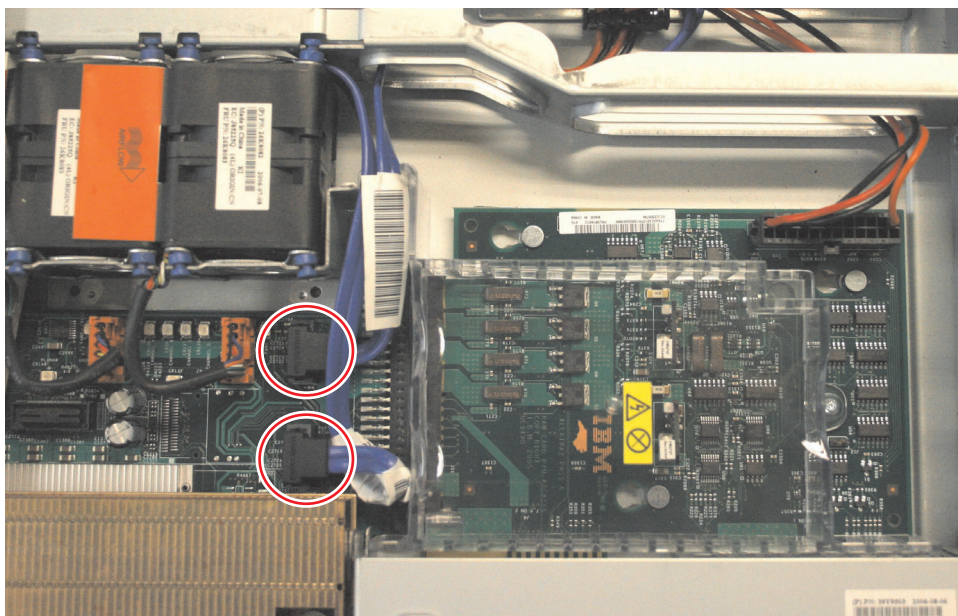

図 117. SAN ボリューム・コントローラー 2145-8G4 ディスク・ドライブ・バックプレーン コネクター
8. 図 117 に示すようにシステム・ボードから 2 本の青色の信号ケーブルを外し、電源機構バックプレーン・カードから電源ケーブルを外します。